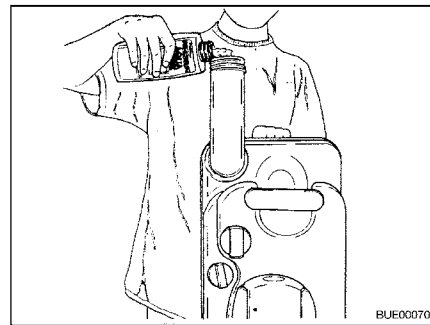

Bild 179 Sanitärflüssigkeit einfüllen
- Angegebene Menge Sanitärflüssigkeit in den Fäkalientank füllen (Bild 179).